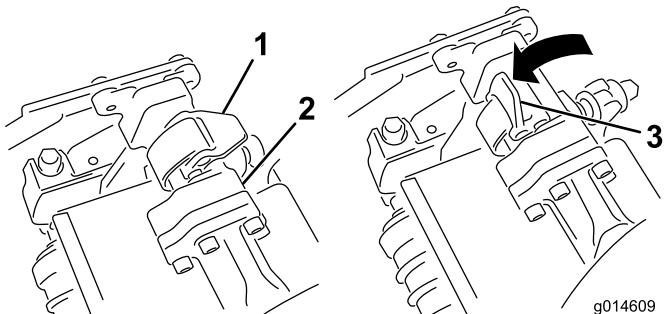
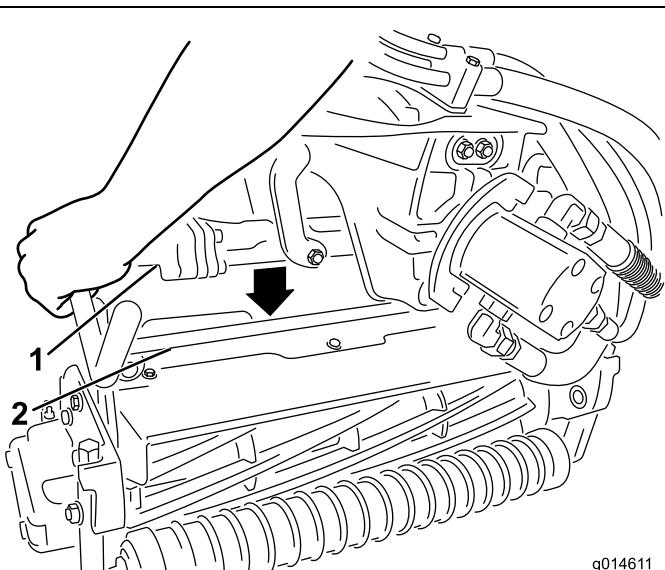

Bild 12
Bild 13
5. Die Riegel an der Aufhängarmstange müssen nach oben zeigen (d. h. offen) (Bild 12); drücken Sie den Aufhängarm dann so nach unten, dass die Stange über die Stange an der Oberseite des Mähwerks passt (Bild 13).
- Drücken Sie die Riegel nach unten und um die Mähwerkstange und arretieren sie (Bild 12).